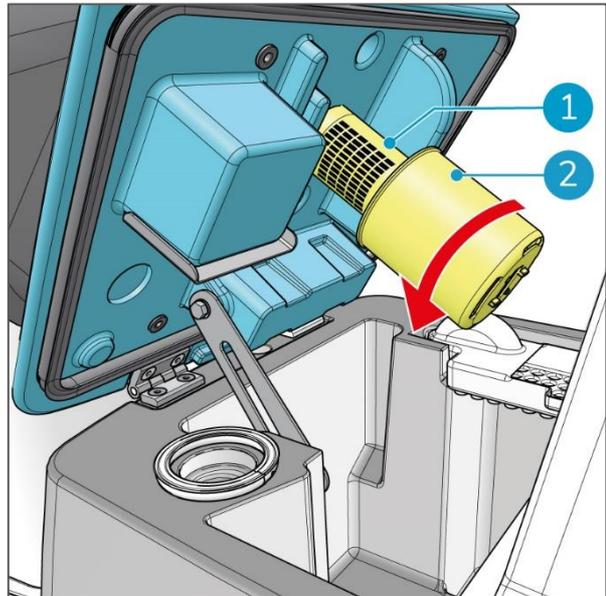

Figure 48
1. Séparez le récipient jaune (Figure 48, pos. 2) du séparateur (Figure 48, pos 1) en le tournant dans le sens inverse des aiguilles d'une montre.